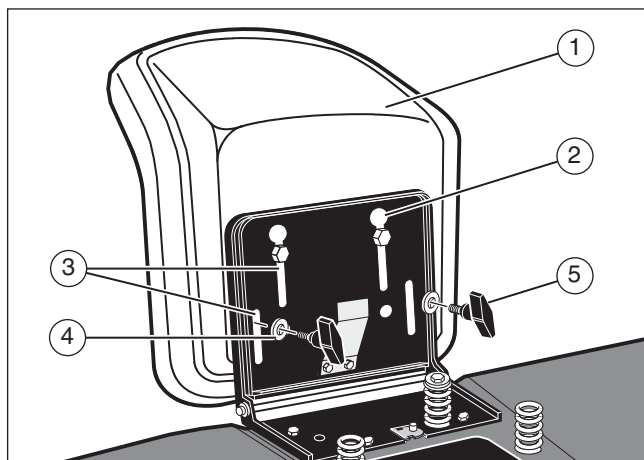

figur 1
Skär upp behållarens fyra sidor med hjälp av en kniv. Montera framhjulen (1) i behållaren (figur 1).